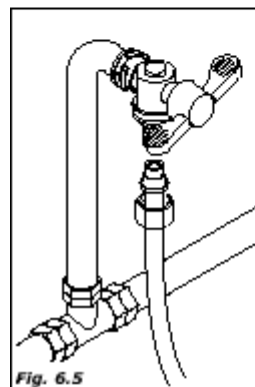

Fig. 6.5
- соедините кран с раздаточным аппаратом с помощью трубки из нейлона, которая подходит для пищевых продуктов и выдерживает давление в сети. При использовании гибкого шланга необходимо вставить внутрь шланга прилагаемую усиливающую втулку (рис. 6.5).